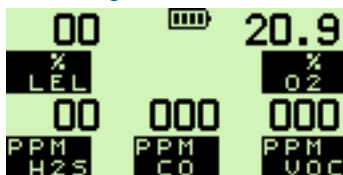

Рис. 2.13 Нормально работающий дисплей
1. При нормально работающем дисплее (см. рис. 2.13) нажмите кнопку  и включите подсветку дисплея.